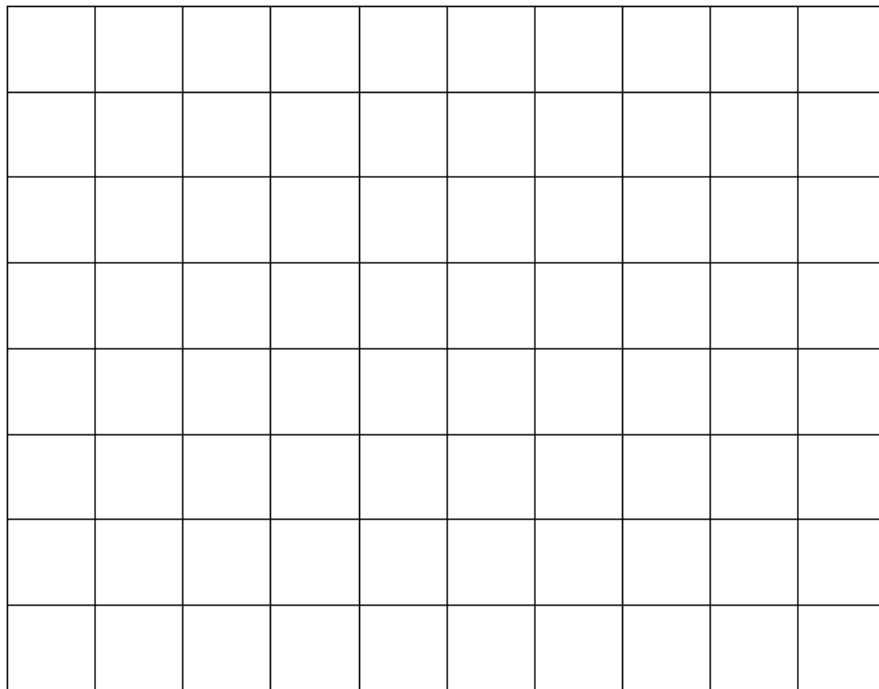

Рис. 5.4
- Перерисуйте осциллограмму на график (Рис. 5.4)